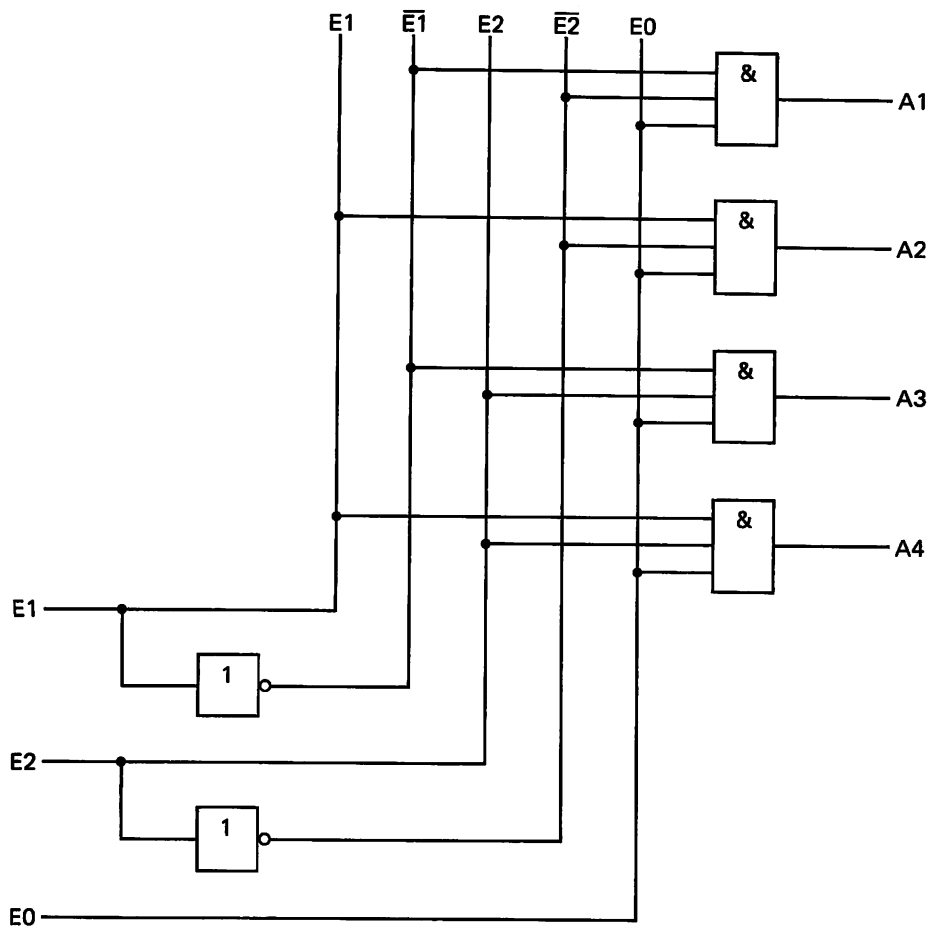

Bild F23.1
6) Bild F23.1 zeigt ein Schaltnetz. E1 und E2 sind die Eingangsvariablen, E0 ist ein Steuersignal. Mit dem Zustand von E0 werden die UND-Gatter freigegeben oder gesperrt.